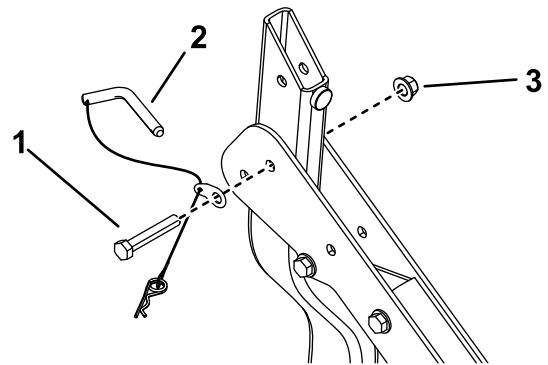

Figure 12
- Avec l'aide d'une autre personne, fixez l'arceau de sécurité et la rondelle à cordon aux tubes inférieurs à l'aide d'un boulon ($\frac{1}{2}$ x 3 po) et d'un contre-écrou ($\frac{1}{2}$ po) par tube (Figure 12).